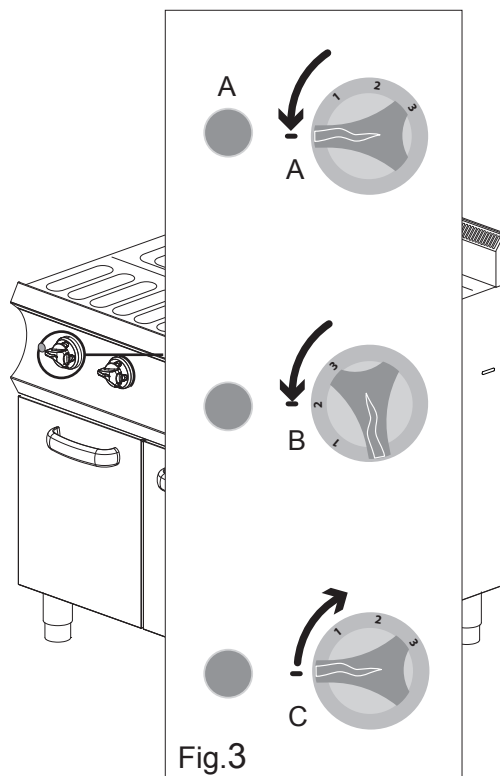

Fig.3
1. Ruotare la manopola di accensione in posizione "1-2-3" a seconda delle esigenze di lavorazione, l'illuminazione dell'indicatore verde segnala la fase di funzionamento (Fig. 3-A/B).